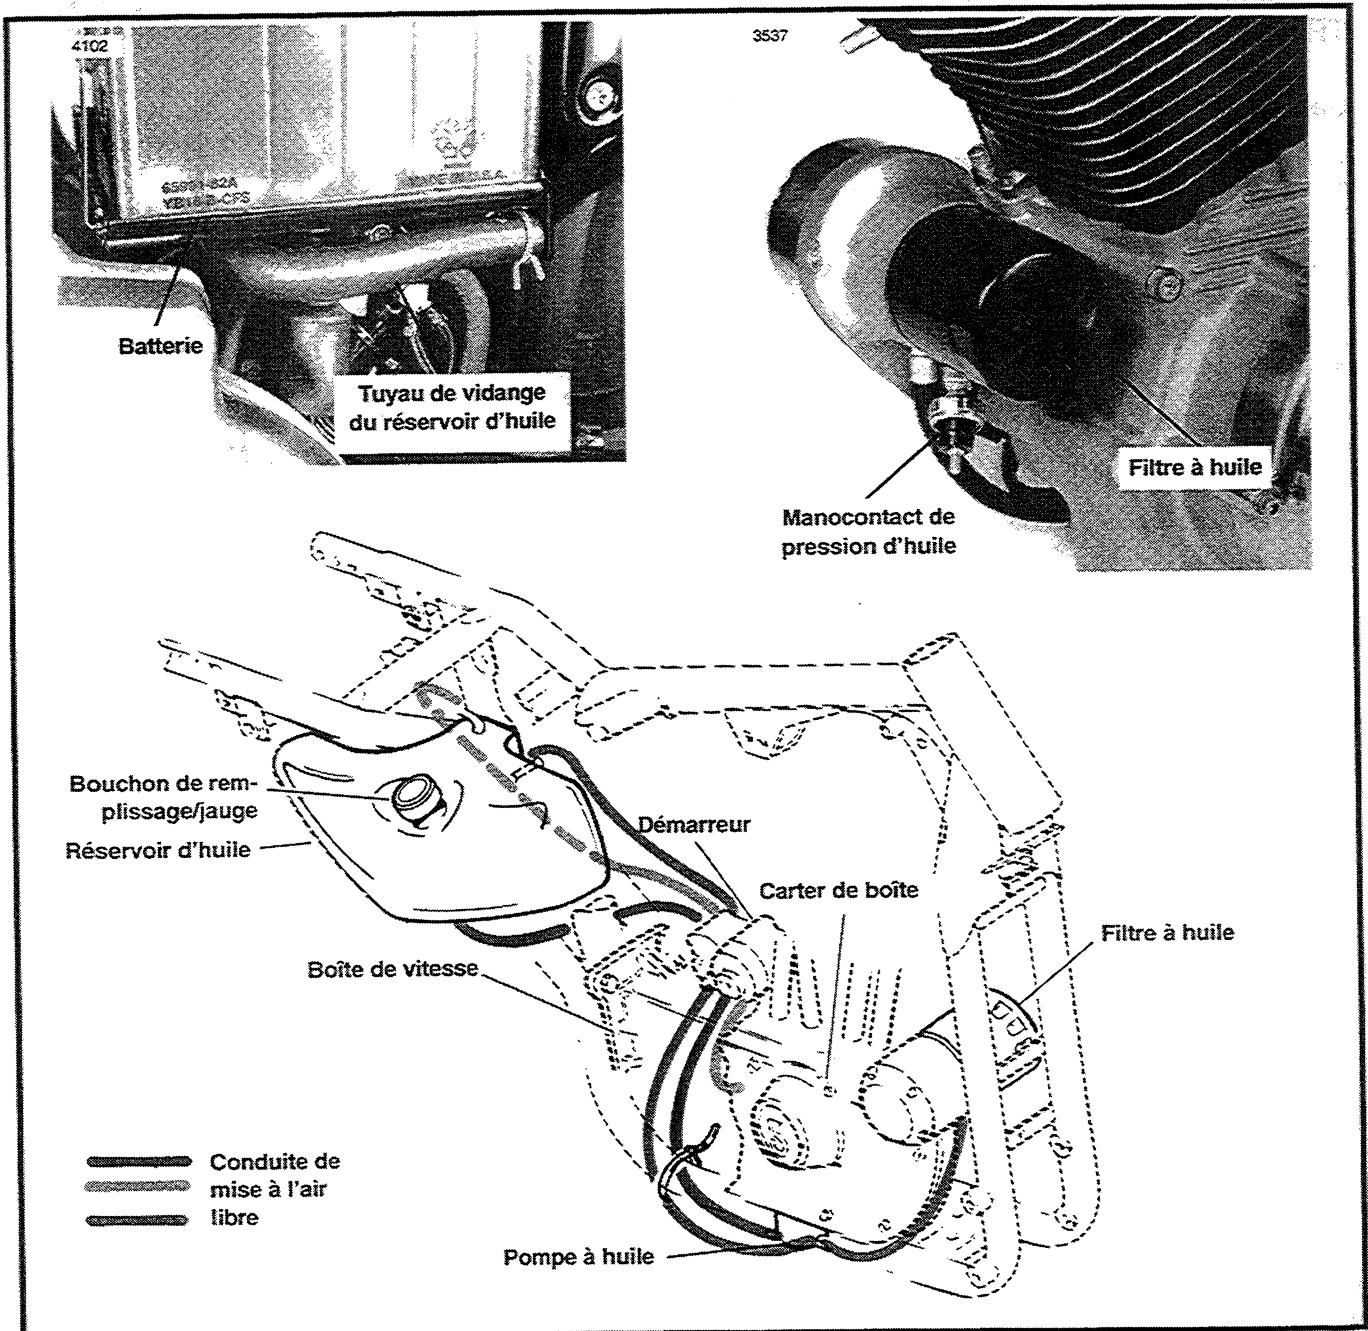

Figure 3-38. Emplacement du réservoir d'huile, du filtre et du manocontact et cheminement du tuyau
1. Voir Figure 3-38. Tenez la moto à la verticale. Retirez le bouchon du réservoir d'huile (avec la jauge) situé sur le côté droit du véhicule. Essuyez la jauge.
VIDANGE ET REMPLACEMENT DU FILTRE (FIGURE 3-38)
Voir Figure 3-38 pour l'emplacement correct des canalisations d'huile.
VOYANT DU MANOCONTACT (FIGURE 3-38)